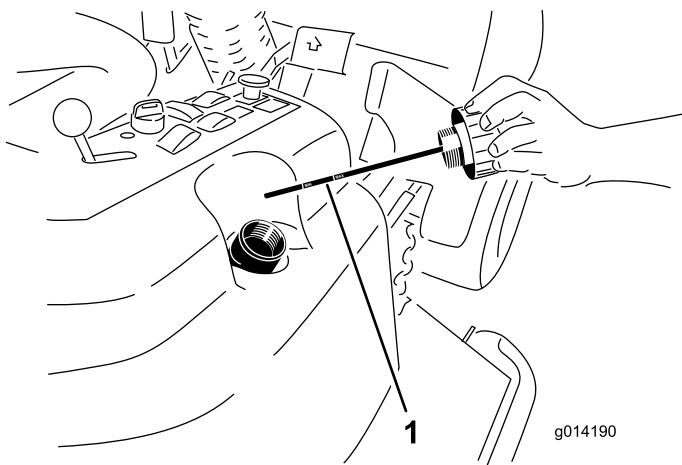

図 48
2. 油圧オイル補給口のキャップ 図 48 を取る。
3. ディップスティックを抜きウェスで一度きれいに拭く (図 48)。
4. もう一度首まで完全にねじ込んでから抜き、オイルの量を点検する 図 48。